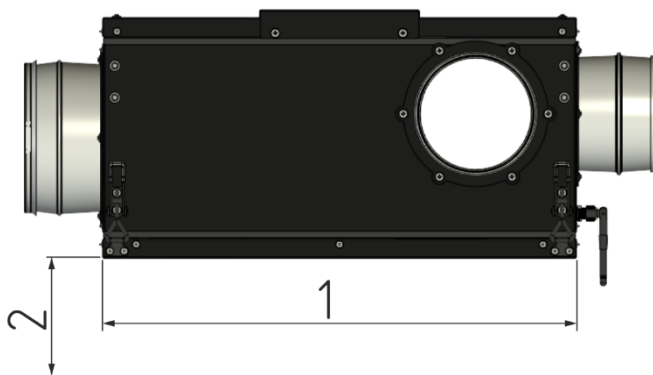

Рис. 2. Зона обслуживания
- Монтировать установку следует с учётом обеспечения доступа к ней для обслуживания (очистка устройства от возможных загрязнений, доступ к управляющей плате) (см. рис. 2, стр. 8). Зона обслуживания: